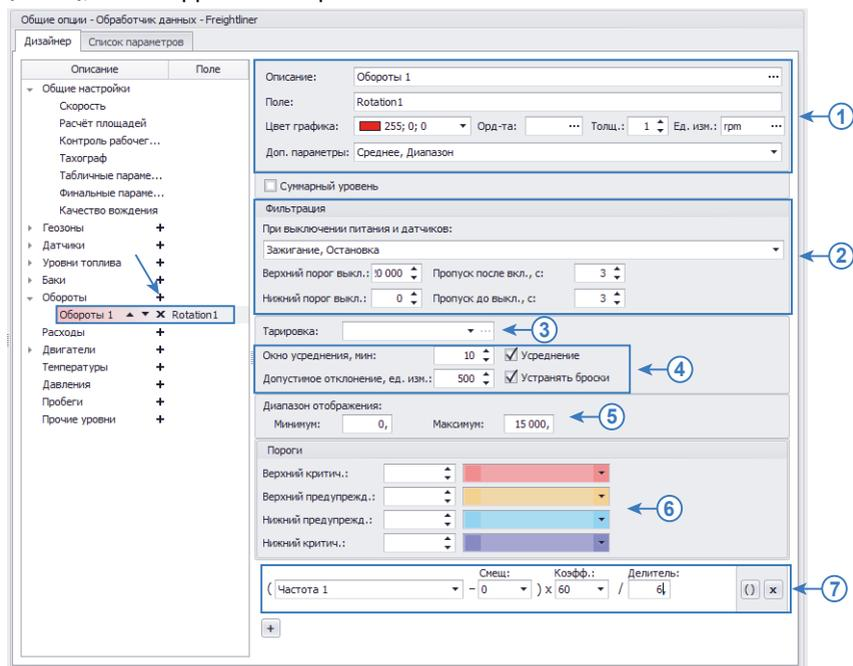

Рис.54. Создание параметра для контроля оборотов.
Для контроля оборотов необходимо добавить параметр в группу «Обороты» Дизайнера (Рис.54), затем корректно настроить.
**1. Общие настройки (Рис.54, п.1).** Общие настройки описаны в разделе «Общие настройки параметров», поэтому в данном разделе их настройка рассматриваться не будет.
### 2. Настройка первичной фильтрации показаний оборотов (Рис.54, п.2)
### 3. Настройка тарифовочной таблицы (Рис.54, п.3)
В некоторых случаях могут иметь место резкие скачки и отклонения показаний, которые могут быть отфильтрованы путем усреднения. Фильтрация осуществляется путем усреднения показаний в течение интервала (окна усреднения) и оценки отклонения показаний датчика относительно средних значений. Если текущее показание превышает среднее значение на величину больше, чем допустимое отклонение, то показание будет отфильтровано. Для фильтрации бросков необходимо включить опцию «Устранять броски» и настроить следующие параметры фильтрации (**Рис.54, п.4**):
Диапазон показаний может быть ограничен. В этом случае на графике параметра оборотов будут отображаться только те значения, которые не выходят за пределы разрешенного диапазона. Для ограничения диапазона показаний необходимо перейти в группу настроек «Диапазон отображения» и настроить следующие поля (**Рис.54, п.5**):
Пороги настраиваются в блоке настроек «Пороги». Всего может быть настроено 4 порога (**Рис.54, п.6**): верхний критический, верхний предупреждения, нижний предупреждения и нижний критический. Для того чтобы порог обрабатывался, необходимо задать значение порога и присвоить иконку.
#### 7. Расчет показаний оборотов (Рис.54, п.7)